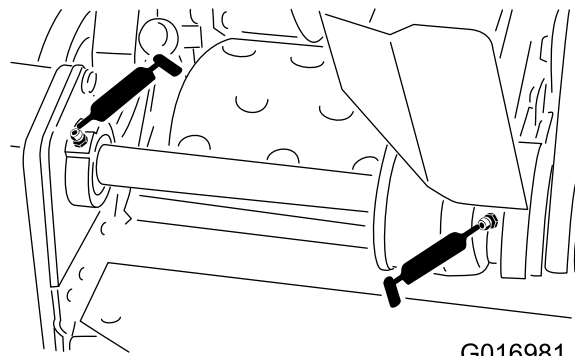

Figura 23
- 2 en los cojinetes del contraeje del molinete (Figura 23)